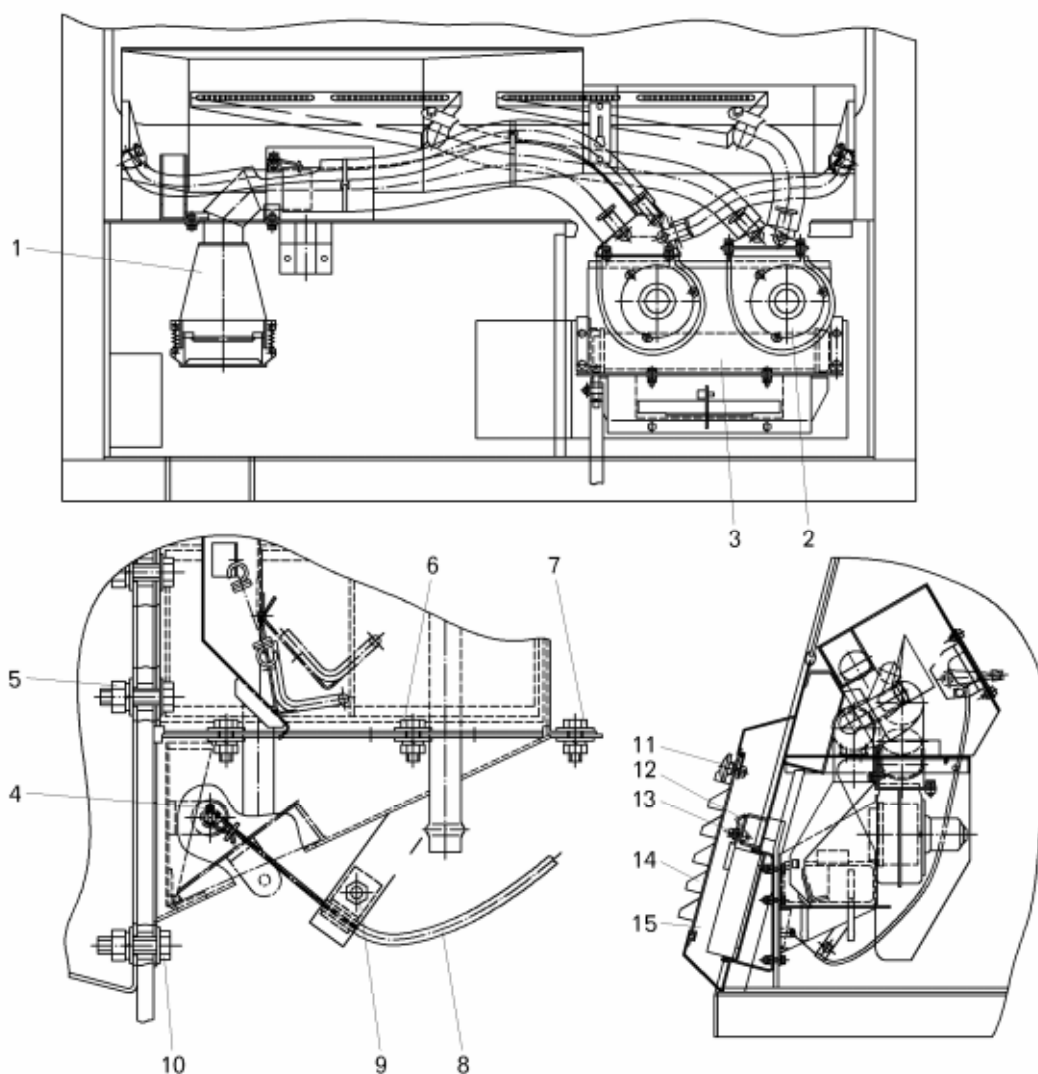

Рисунок 15.12 – Установка отопителя кабины:
- отвернуть гайку 9 (рисунок 15.12), извлечь шплинт 4 и снять трос привода заслонками;